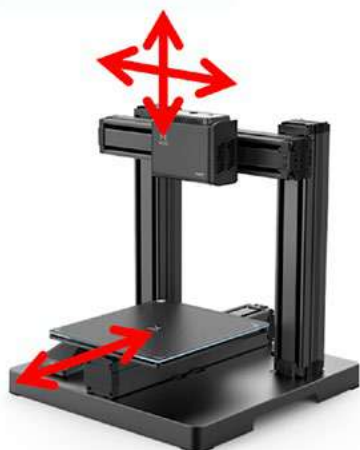

Рис. 1
**Устройство 3D-принтера.** Рабочая часть 3D-принтера состоит из платформы и печатающей головки «экструдер» (*extrude* — выдавить). Рассмотрим механику 3D-принтера на примере принтера Dobot Mooz. В принтере Dobot Mooz рабочая платформа движется только в одном направлении (вперёд-назад), а печатающая головка в двух — влево-вправо, а также вверх-вниз (рис. 1).